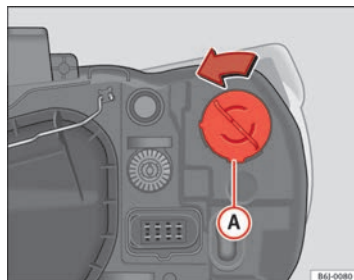

Fig. 144 Luz intermitente
- Gire el portalámparas ⇒ fig. 144 (A) a la izquierda y tirar.